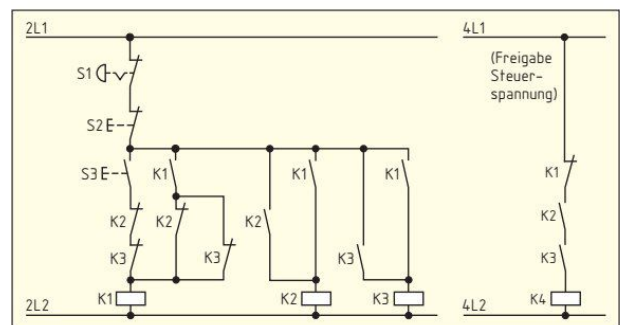

Bild 2: Verriegelungsschaltung
- Beschreiben Sie stichwortartig die Schaltung (**Bild 2**), wenn der Taster S3 betätigt wird.